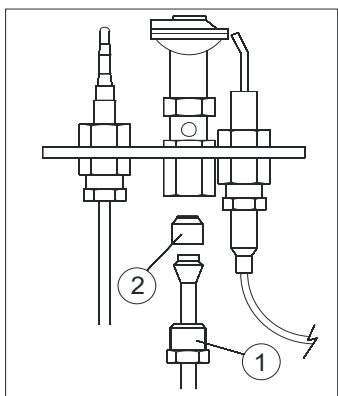

Fig. 1
1. PILOTOS PERMANENTES DE PARRILLA. Fig.1 ó . 2